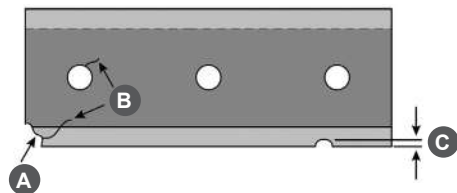

Рис. 34 Проверка состояния ножа
6. Осмотрите ножи. Если у ножа имеются: сколы углов (А), трещины (В) и вмятины (С) глубиной более 1,5 мм – нож необходимо заменить (Рис. 34).